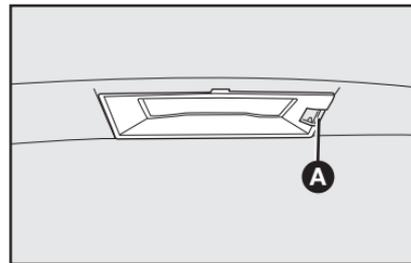

fig. 57
1) quitar la lente **A-fig. 57**, utilizando un destornillador en el punto indicado;